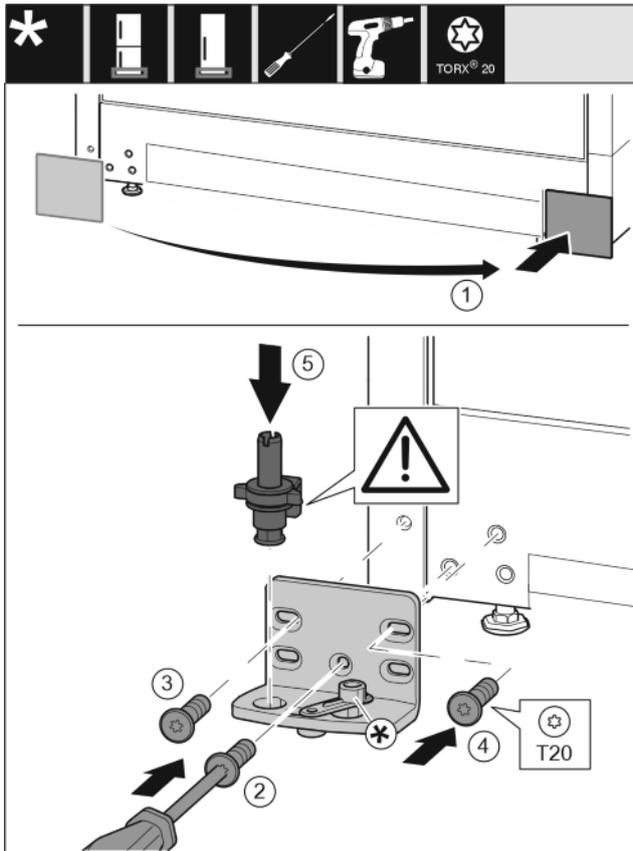

Fig. 15
- ▶ Retire la cubierta y colóquela en el otro lado. Fig. 15 (1)
- ▶ Coloque el soporte de cojinete en el otro lado y atorníllelo con la ayuda de un destornillador T20. Comience por el tornillo 2 en la parte inferior central. Fig. 15 (2)
- ▶ Atornille los tornillos 3 y 4. Fig. 15 (3,4)
- ▶ Coloque el perno de cojinete completo. Preste atención a que el saliente de retención esté orientado hacia detrás. Fig. 15 (5)